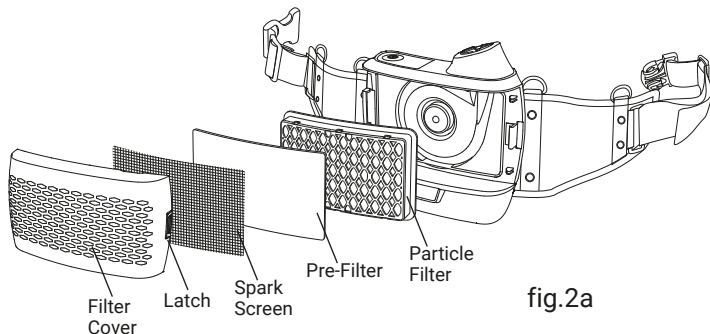

fig.2a
- Installera partikelfiltret enligt fig. 2a.